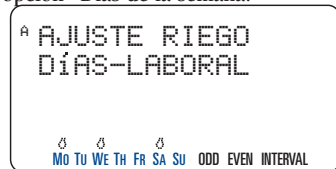

Ilustración 7: Selección de “Días de la semana”
- Pulse **SIGUIENTE** hasta que el día de la semana deseado parpadee. Pulse **INTRODUCIR** para seleccionar el día. El día o los días seleccionados se acompañan de un 28 un icono del día de la semana. Siga el mismo procedimiento para seleccionar los días que desee. [Ilustración 7]